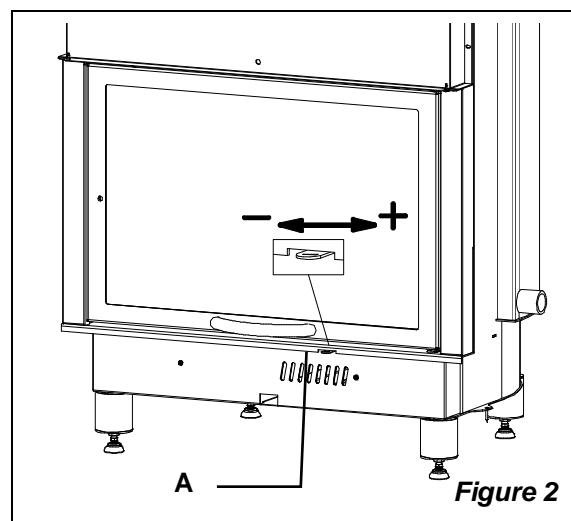

Figure 2
**Régulateur air PRIMAIRE** (Figure 2 pos.A)